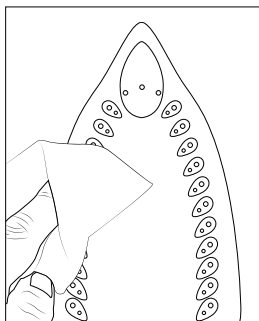

Fig. 1
- Tenha em atenção de que tem de soltar o bloqueio de transporte do aparelho antes da primeira utilização (ver também capítulo **Transporte**). Para este fim, desloque o botão de bloqueio ④ no ferro de engomar na direção do símbolo de cadeado aberto . O ferro de engomar pode ser removido agora da superfície de colocação ⑥.
- ◆ Limpe a placa do ferro ⑧ com um pano ligeiramente humedecido (ver fig. 1).